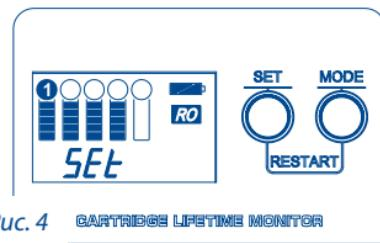

Рис. 4
a. Последовательно нажимать кнопку MODE, пока на дисплее не покажется надпись SET (Рис. 4).